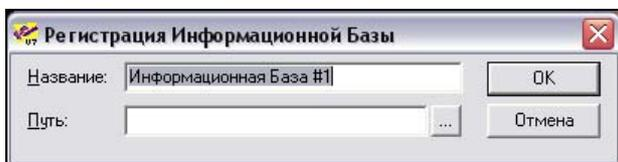

Рис. 1.10. Окно Регистрация Информационной Базы
14. В появившемся окне **Регистрация Информационной Базы** (рис. 1.10) вместо **Информационная База #1** вводим название новой базы, например **Торговля и склад**. В поле **Путь** прописываем путь к текущему местонахождению базы данных, например **D:\Install\1С-Конфигурации\Торговля и склад**.